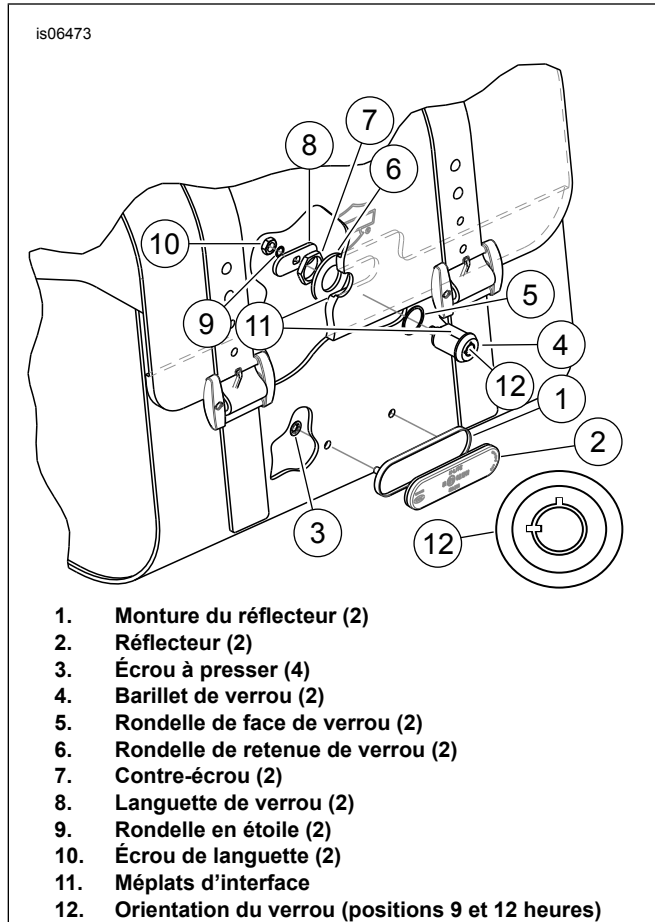

Figure 7. Installer les réflecteurs et les ensembles de verrou.
1. Voir Figure 7. Installer la monture du réflecteur (1) au centre de la sacoche.
3. Nettoyer la surface de la monture du réflecteur (1) où le réflecteur sera installé avec de l'eau savonneuse ou d'un mélange de 50 à 70 % d'alcool isopropylique et de 30 à 50 % d'eau distillée. Laisser sécher complètement.
4. Retirer la doublure du support adhésif du réflecteur (2). Positionner avec soin le réflecteur sur la monture du réflecteur et appuyer fermement pour l'installer. Immobiliser le réflecteur en exerçant une pression constante pendant au moins une minute.
6. Installer la monture du réflecteur (1) sur la sacoche à l'aide de deux écrous à presser (3). Les écrous à presser sont installés à partir de l'intérieur de la sacoche.
3. Voir Figure 7. Enfiler la rondelle de face de verrou (5) sur le cylindre de verrou (4).
4. Orienter le cylindre de telle manière que les encoches de clé sur la face du verrou (12) soient dans les positions 12 heures et 9 heures. Insérer le cylindre de verrou à travers l'orifice du rabat de sacoche et engager les méplats (11) du verrou sur ceux de l'endos en plastique de support du rabat.
5. Insérer la rondelle de retenue de verrou (6) sur le cylindre depuis l'intérieur du rabat de sacoche.
7. Poser le contre-écrou (7) sur le cylindre depuis l'intérieur du rabat et le visser. Bien serrer.
8. Retirer l'écrou de languette (10) et la rondelle en étoile (9) du cylindre de verrou (4) en veillant à NE PAS enlever la rondelle-came de l'arrière du cylindre. Si la came tombe du cylindre, elle doit être remise en place correctement de manière à ce que la clé puisse être sortie de la serrure à la fois dans les positions verrouillée et déverrouillée. Il est possible de remonter la came en position incorrecte, c'est pourquoi sa bonne orientation doit être vérifiée avant la pose de la languette. Si la clé ne peut pas être ressortie dans l'une ou l'autre position du verrou, retourner la came et la remettre en place.
9. Poser la languette de verrou (8) sur le goujon fileté du cylindre, ainsi que la rondelle en étoile (9) et l'écrou de languette (10). Bien serrer l'écrou de languette.